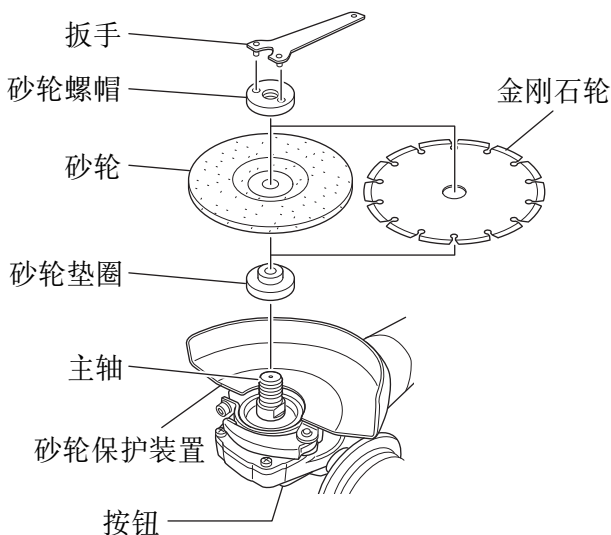

图 4
在打开电源开关之前按两下按钮，检查它是否已被释放。(第11页的图 4)
砂轮的组装与分解 (图 4)
1. 组装 (图 4)
- (1) 将角向磨光机的上部朝下，以使主轴朝上。
- (2) 将砂轮垫圈的十字平面对准主轴的缺口部分，然后装上它们。
- (3) 将砂轮的突起部安装在砂轮垫圈上。
- (4) 将砂轮螺帽拧在主轴上。
- (5) 用一只手按下按钮，同时用另一只手慢慢地转动砂轮以卡紧主轴。
- 如图 4 所示，用附带的扳手拧紧砂轮螺帽。